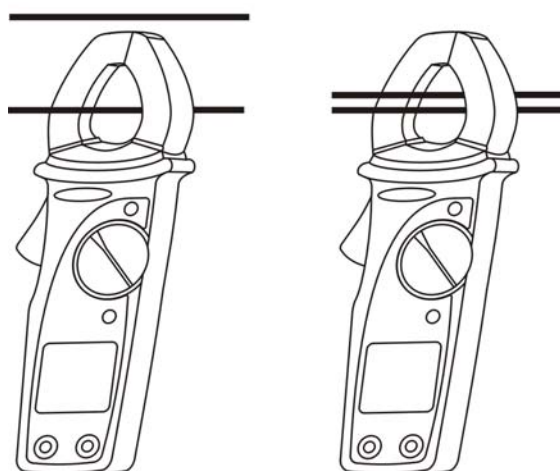

Fig. 6: Uso de la pinza en medidas de corriente alterna
2. Abra el maxilar y abrace el cable en el centro (ref. Párrafo 4.1.2 del mismo, considerando la modalidad de inserción referida en Fig. 6).